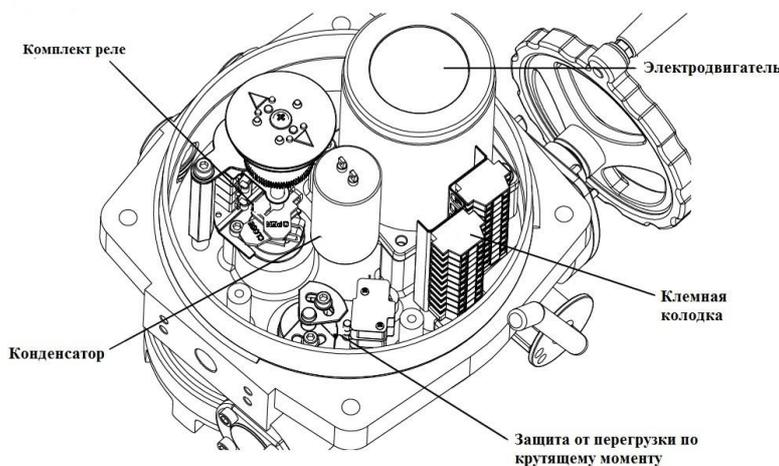

Рисунок 1 – Основные компоненты привода QT
4.2 При нахождении диска 4 (Приложение А) в промежуточном положении (между положениями «Закрыт» – «Открыт») оба реле (рисунок 1) находятся в выключенном состоянии. При нахождении диска затвора в крайних положениях («Закрыт» – «Открыт») эксцентрический кулачек воздействует на одного из реле и формируется сигнал о положении затвора «Затвор закрыт» или «Затвор открыт» с помощью замыкания нормально разомкнутых «сухих» контактов реле с сопротивлением в замкнутом состоянии не более 25 Ом, при коммутуемом токе до 100 мА. Допускается местная регулировка эксцентрических кулачков.